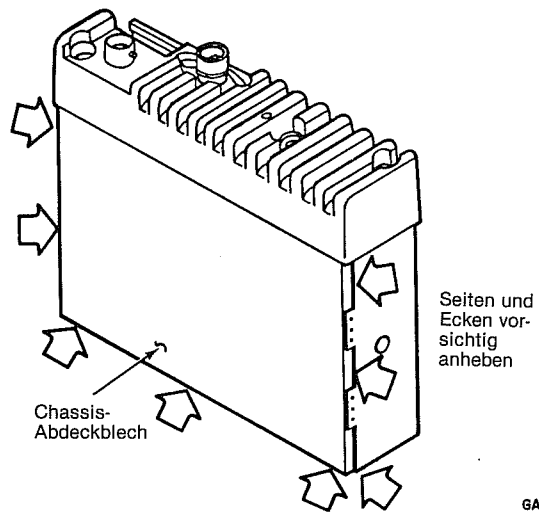

Abbildung 10
(2) Das Chassis-Abdeckblech an den Ecken leicht anheben und dann entfernen. Siehe Abbildung 10. Darauf achten, daß das Abdeckblech nicht verbogen wird.